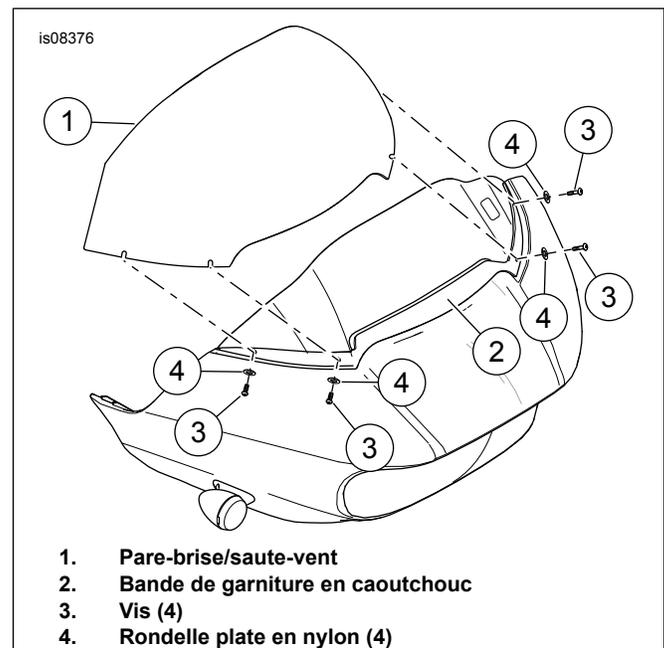

Figure 1. Installation du pare-brise/saute-vent
1. Voir la figure 1. Retirer les deux vis intérieures (3) et les rondelles en nylon (4).
2. Desserrer les vis extérieures (3).
4. Laisser la bande de garniture en caoutchouc (2) en place.
2. Voir la figure 1. Installer des vis de montage (3) avec des rondelles en nylon (4).